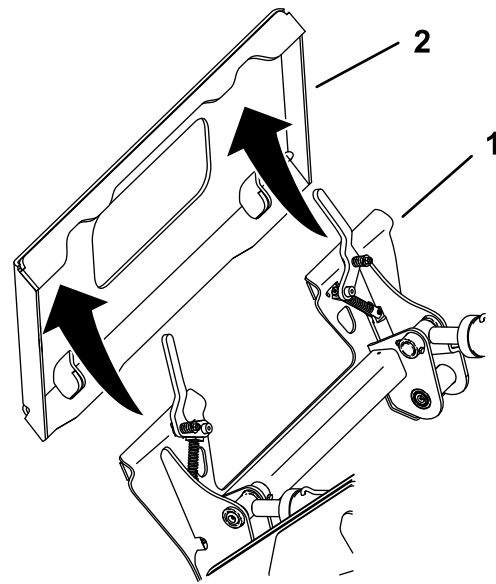

Figura 55
5. Coloque la placa de montaje debajo del reborde superior de la placa receptora del accesorio (Figura 55).